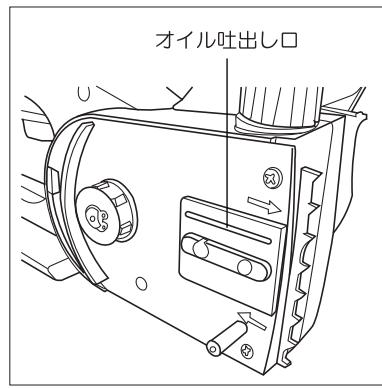

図8
- ソーチェーンを外したときは、オイル吐き出し口、ガイドバー溝など清掃してください。目詰まりしたまま使用しますと故障の原因になります。(図8参照)